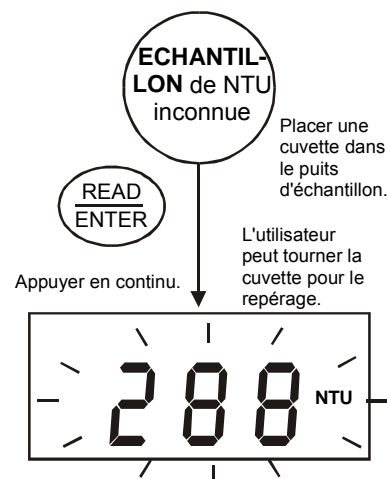

Figure 13: Mesure en continu
3. Appuyer sur la touche READ/ENTER (mesure/entrée) et continu. Voir Figure 13.